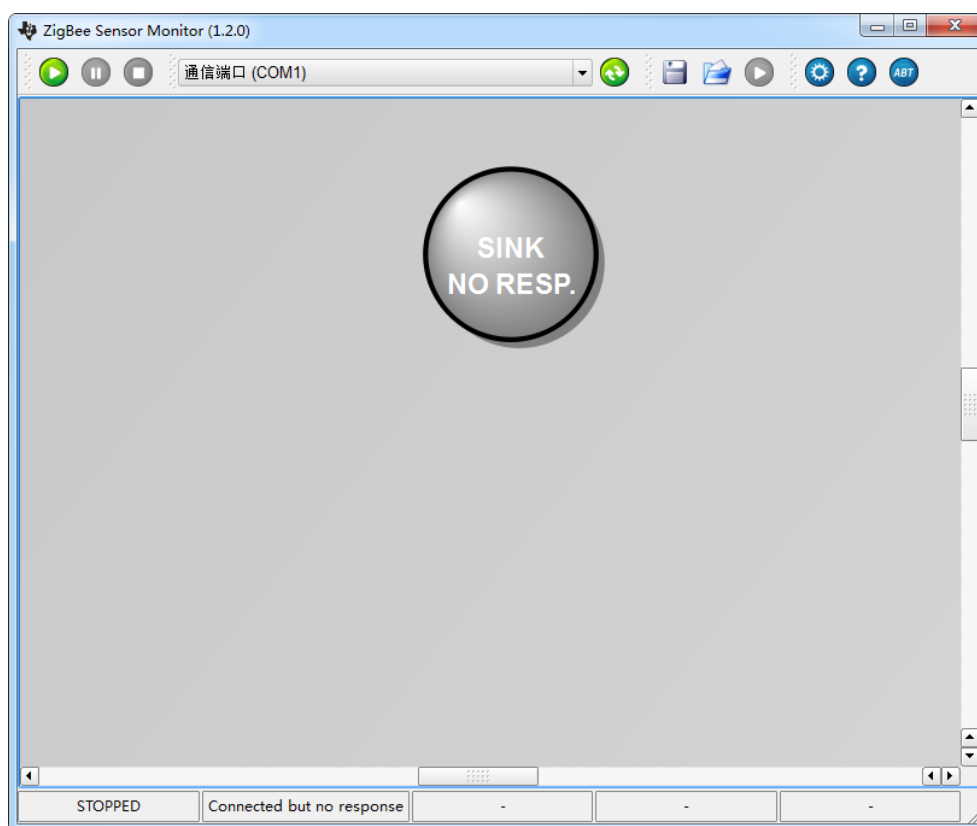
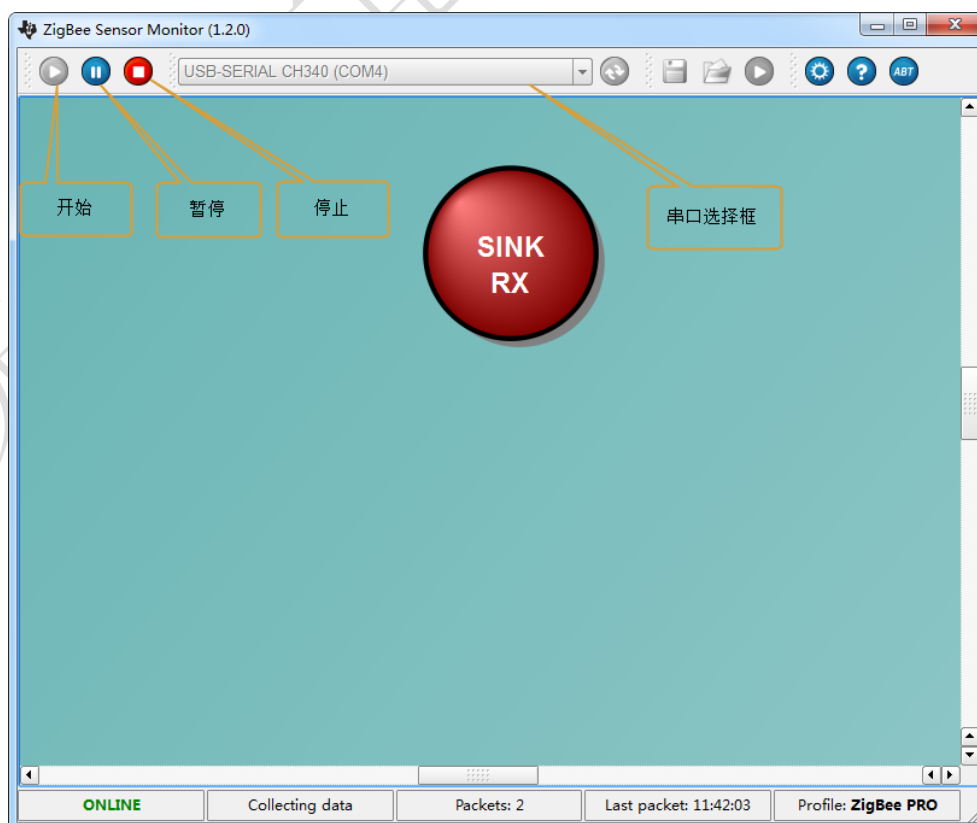
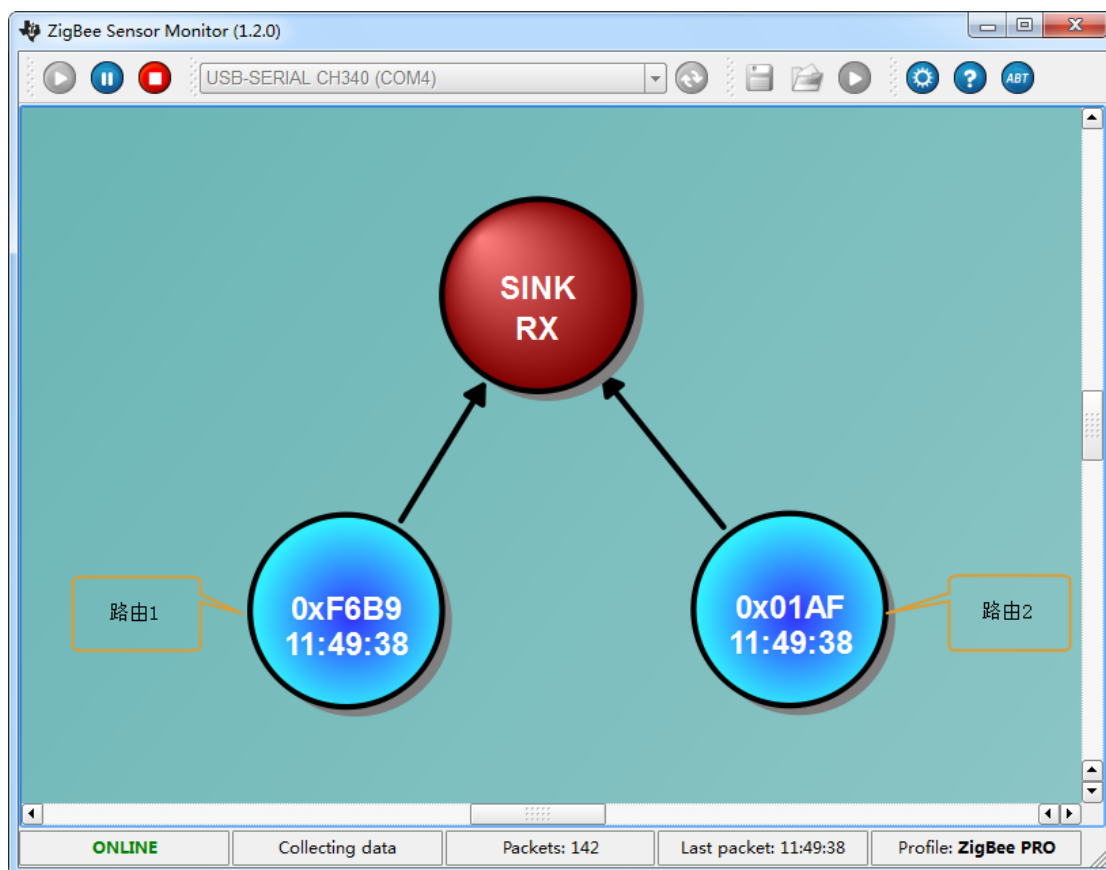

图 7 Sensor Monitor 界面
图 8 Sensor Monitor
图 9 两个路由器 Sensor Monitor
- 下载并安装 Sensor Monitor 软件。成功安装软件后，将配置成协调器的 ZG-Mxx 模块，连接到 PC 端的串口上。此时打开 Sensor Monitor 软件，其整个界面如图 7 所示。
- 在 Sensor Monitor 软件界面中，串口选择框上选择协调器的串口号。然后点击开始按钮，此时 Sensor Monitor 中的圆圈变成暗红色，表示协调器已经在线。如图 8 所示。
- 在图 8 的界面中，按下红色的停止按钮，使 Sensor Monitor 处于停止状态，其效果如图 7 所示。接下来将每个路由器依次上电，直到每个路由器都正常的加入网络，即黄色灯常亮。在写此文件，我们只准备了两个路由器，并按上述的要求进行了上电等操作。接着按下 Sensor Monitor 界面中的开始按钮。此时 Sensor Monitor 的界面如图 9 所示。